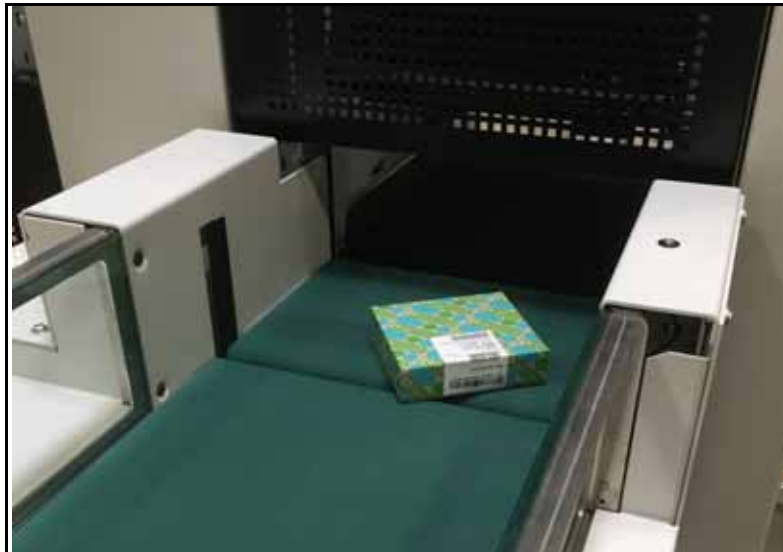

図 4-33: コンベアベルトが、搬送物品をアイボットに運ぶ
5. コンベアベルトが、搬送物品を待ち受けているアイボットに運ぶ様子（図 4-33 参照）。